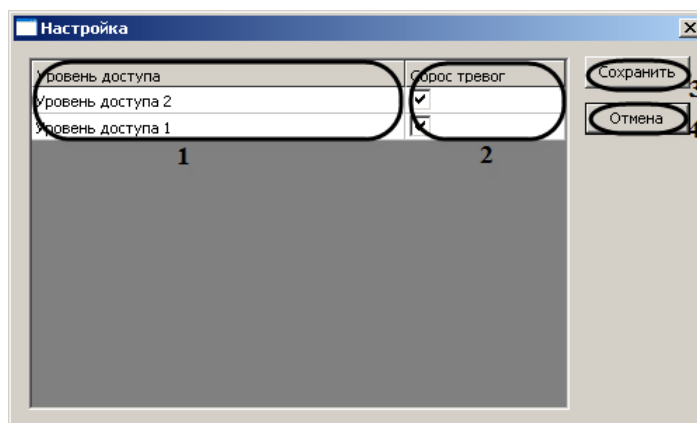

Рис. 3.7—10 Настройка уровней доступа
Примечание. В столбце **Уровень доступа** отображаются уровни доступа, созданных в программном комплексе Интеллект (см. Рис. 3.7—10, 1).
3. Для разрешения сброса тревоги в охранной зоне, пользователю с определенным уровнем доступа, необходимо установить флажок в соответствующей ячейке столбца **Сброс тревог** (см. Рис. 3.7—10, 2).